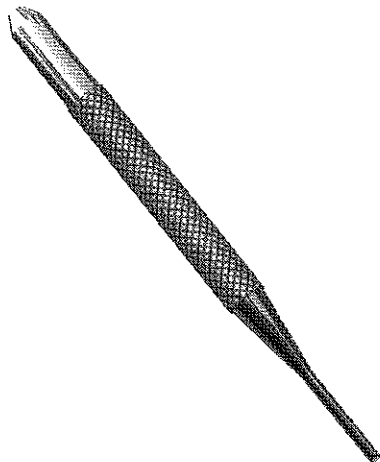

Figura 24
3. Punção 3 mm 177246, 1 unidade; consulte a Figura 24.